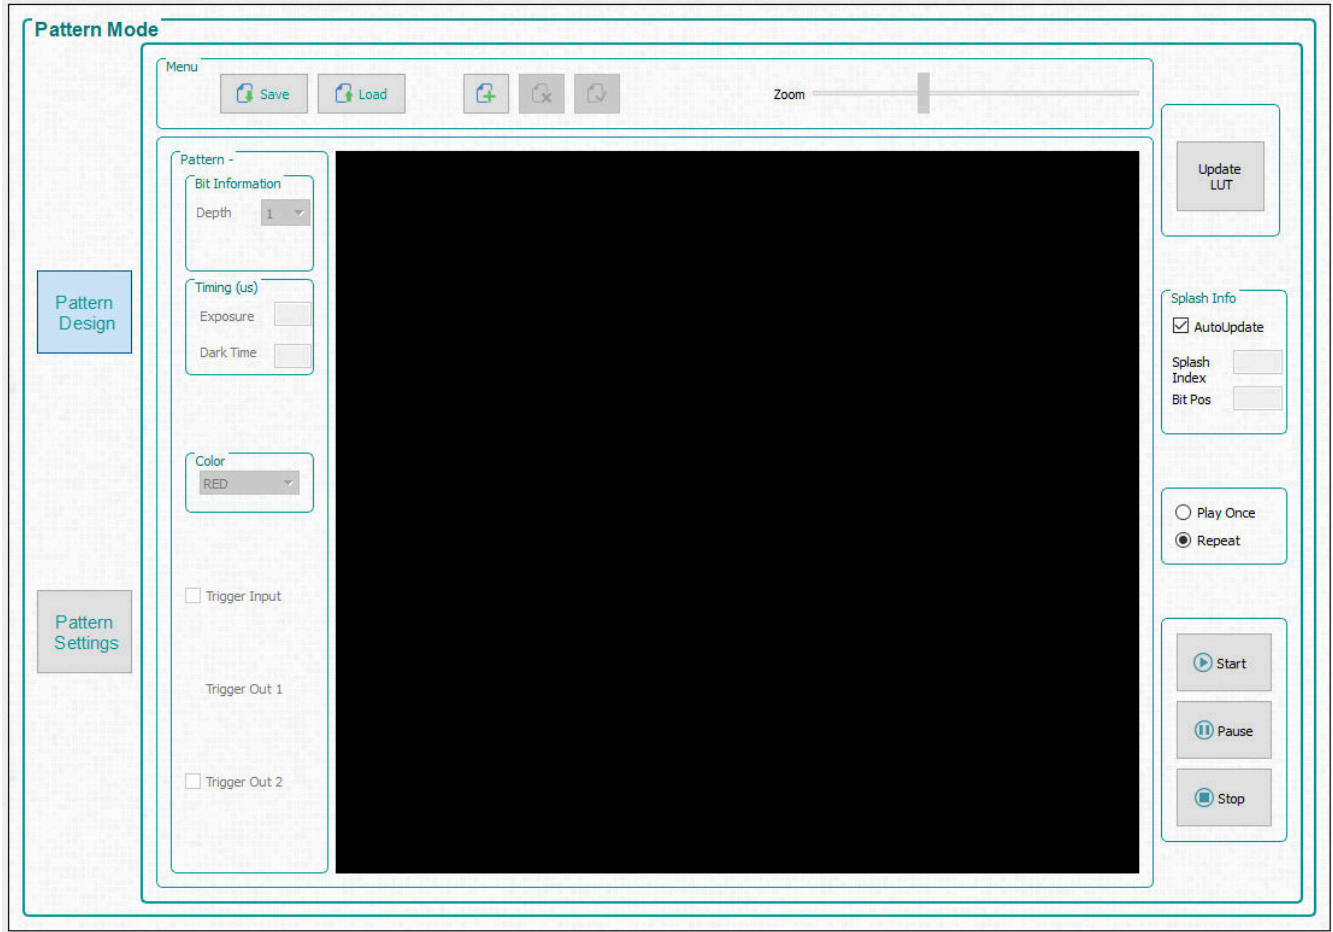

图 4-6. 图案模式设计面板
点击 GUI 顶部的 *Pattern Mode* 按钮以显示 *Pattern Mode* 面板，如图 4-6 所示。
2. 从 **Operating Mode** 编组框中勾选 **Pattern On-The-Fly Mode**，然后点击 **Pattern Design** 按钮，这样就会显示较大的黑色面板，如图 4-6 所示。
4. 从 *Operating Mode* 编组框中选择 *Video Pattern Mode*，然后点击 *Pattern Design* 按钮，这会显示较大的黑色面板，如图 4-6 所示。